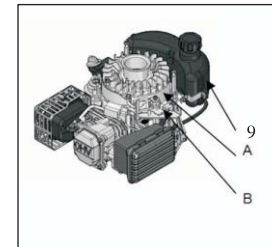

Abb. 12
4. Bewegen Sie den Bremsgriff (am Gerät), um die Schwungradbremse zu lösen, und überprüfen Sie, ob zwischen dem Steuerarm und der Gasrückführstange Spiel vorhanden ist, wenn der Gashebel auf der schnellen (oder hohen) Position steht. Überprüfen Sie außerdem, ob zwischen dem Stopper und der Bremskabelhalterung ein Mindestabstand von 2 mm vorhanden ist. (Abb. 12)